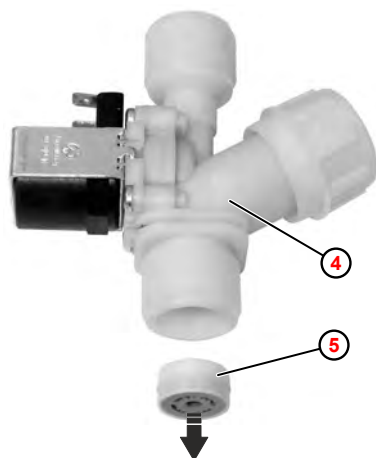

Fig. 19 : Dépose du régulateur de débit
4. ➤ Au besoin, déposer le régulateur de débit ⑤ de l'électrovalve ④ avec un outil adéquat (p. ex. pointeau). Le régulateur de débit sera alors détruit.
5. ➤ Mettre en place le **nouveau** régulateur de débit, en veillant sans faute à le placer dans la bonne position ( Fig. 19 ).